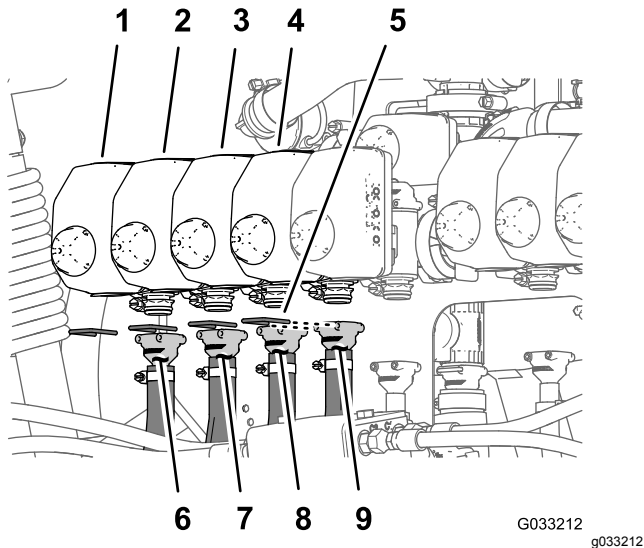
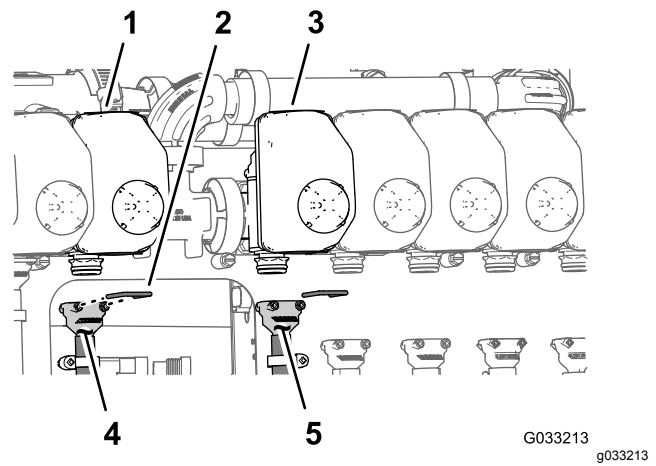
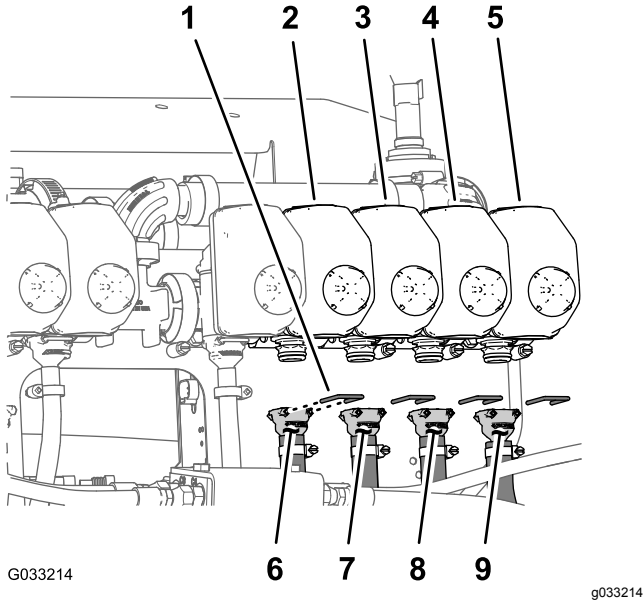

Figura 103
Figura 104
Figura 105
**Nota:** Fate riferimento a Figura 103 in Montaggio dei flessibili sulle valvole degli ugelli 1-4 (pagina 52), Figura 104 in Montaggio dei flessibili sulle valvole degli ugelli 5 e 6 (pagina 52) e Figura 105 in Montaggio dei flessibili sulle valvole degli ugelli 7-10 (pagina 53) per le posizioni delle valvole degli ugelli.
1. Montate il raccordo dentellato diritto di un flessibile di alimentazione di 279 cm (110") sull'accoppiatore della valvola dell'ugello 1 (Figura 103).
2. Fissate il raccordo dentellato all'accoppiatore con un fermo (Figura 103).
3. Montate il raccordo dentellato diritto di un flessibile di alimentazione di 234 cm sull'accoppiatore della valvola dell'ugello 2 (Figura 103).
4. Fissate il raccordo dentellato all'accoppiatore con un fermo (Figura 103).
5. Montate il raccordo dentellato diritto di un flessibile di alimentazione di 188 cm sull'accoppiatore della valvola dell'ugello 3 (Figura 103).
6. Fissate il raccordo dentellato all'accoppiatore con un fermo (Figura 103).
7. Montate il raccordo dentellato diritto di un flessibile di alimentazione di 188 cm sull'accoppiatore della valvola dell'ugello 4 (Figura 103).
8. Fissate il raccordo dentellato all'accoppiatore con un fermo (Figura 103).
1. Montate il raccordo dentellato diritto di un flessibile di alimentazione di 81 cm sull'accoppiatore della valvola dell'ugello 5 (Figura 104).
2. Fissate il raccordo dentellato all'accoppiatore con un fermo (Figura 104).
3. Montate il raccordo dentellato diritto di un flessibile di alimentazione di 81 cm (32") sull'accoppiatore della valvola dell'ugello 6 (Figura 104).
4. Fissate il raccordo dentellato all'accoppiatore con un fermo (Figura 104).
1. Montate il raccordo dentellato diritto di un flessibile di alimentazione di 188 cm sull'accoppiatore della valvola dell'ugello 7 (Figura 105).
2. Fissate il raccordo dentellato all'accoppiatore con un fermo (Figura 105).
3. Montate il raccordo dentellato diritto di un flessibile di alimentazione di 188 cm sull'accoppiatore della valvola dell'ugello 8 (Figura 105).
4. Fissate il raccordo dentellato all'accoppiatore con un fermo (Figura 105).
5. Montate il raccordo dentellato diritto di un flessibile di alimentazione di 234 cm sull'accoppiatore della valvola dell'ugello 9 (Figura 105).
6. Fissate il raccordo dentellato all'accoppiatore con un fermo (Figura 105).
7. Montate il raccordo dentellato diritto di un flessibile di alimentazione di 279 cm sull'accoppiatore della valvola dell'ugello 10 (Figura 105).
8. Fissate il raccordo dentellato all'accoppiatore con un fermo (Figura 105).